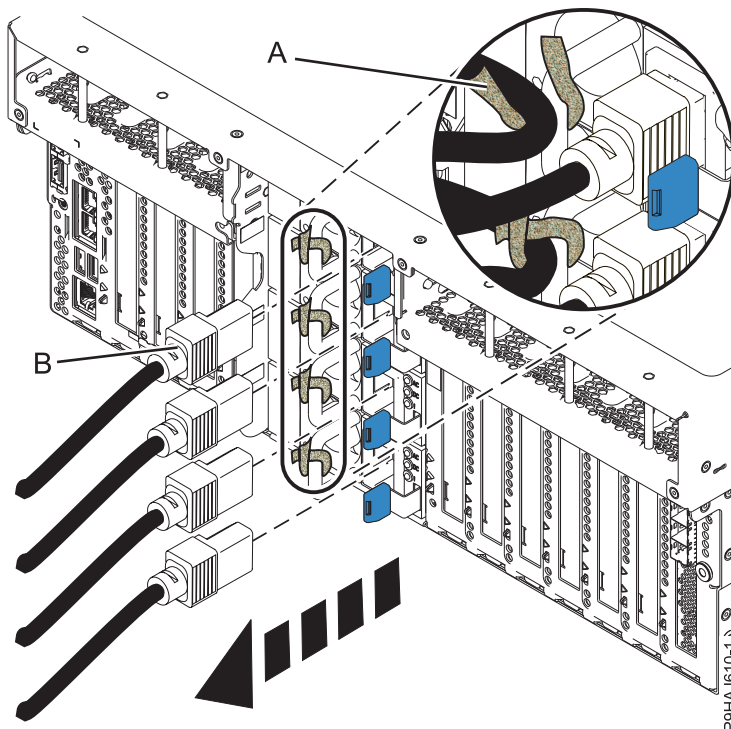

Figure 42. Retrait des cordons d'alimentation d'un serveur monté en armoire
3. Étiquetez et déconnectez les cordons d'alimentation de l'unité centrale. Voir figure 42 ou figure 43, à la page 59.